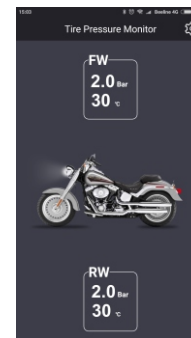

Рисунок 4
4) Вернитесь на главный экран приложения (рис. 4). Начнётся сканирование каждого из датчиков. Если давление и температура в шинах не соответствует норме, то голосовое оповещение сообщит об этом.